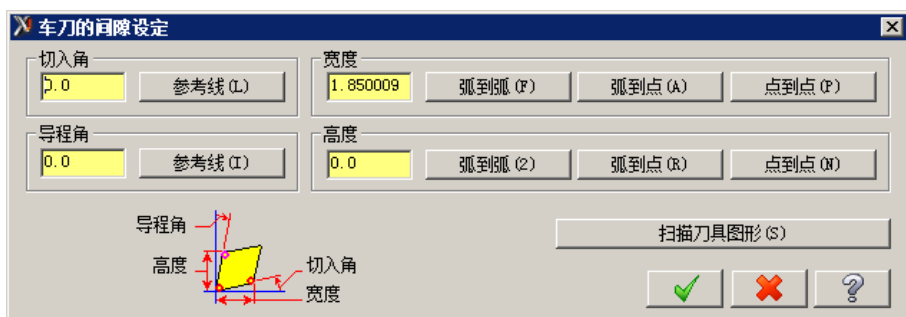

图 13.4.8 “车刀的间隙设定”对话框
- **刀具间隙 (T)** 按钮: 单击此按钮, 系统弹出“车刀的间隙设定”对话框, 如图 13.4.8 所示, 同时在图形区显示刀具, 在“车刀的间隙设定”对话框中修改刀具参数, 可以在图形区看到刀具的动态变化。